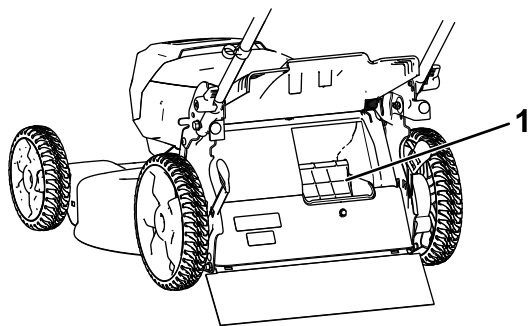

Figura 13
**Important:** Pentru o funcționare corectă, îndepărtați toate resturile de iarbă i de frunze de la ușa sacului de colectare la cerere i din jurul deschiderii (Figura 13) înainte de a deplasa maneta sacului de colectare la cerere din poziția 1 în altă poziție.